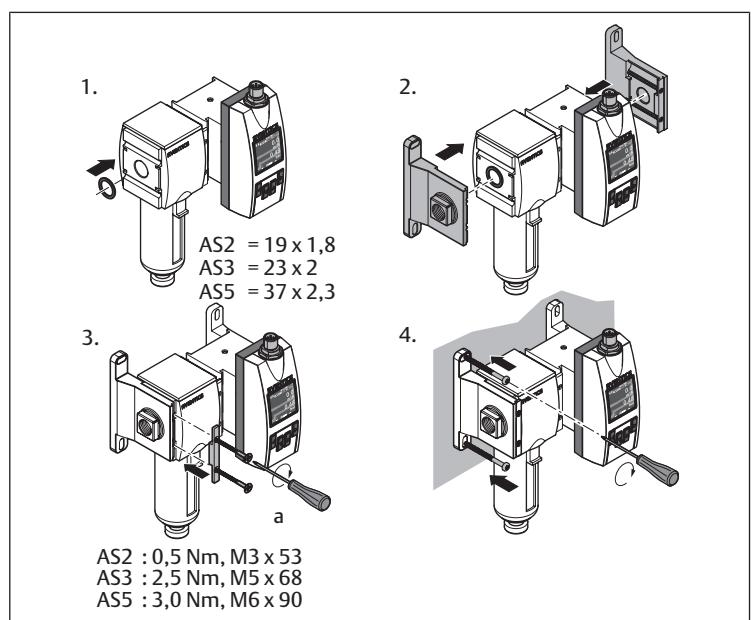

Fig. 6: Montage avec kit de montage en batterie | W05
- Montage avec kit de montage en batterie (sans unité de traitement de l'air) : voir → Fig. 6.